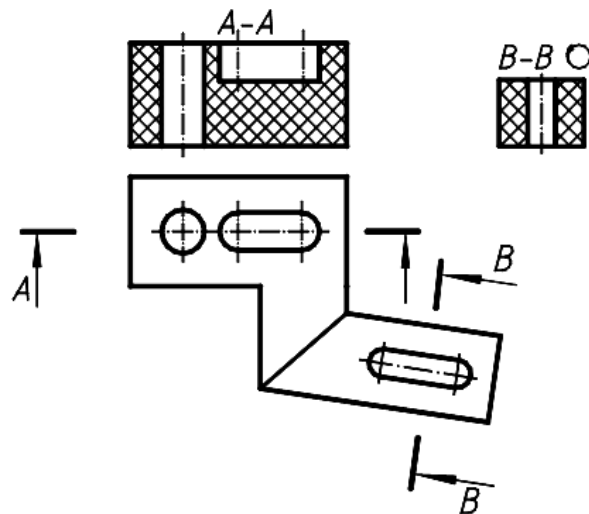

Fig 8.3.
- Secțiune verticală, când planul de secționare este perpendicular pe planul orizontal de proiecție (fig. 8.3, A-A, B-B);
- secțiune frontală, dacă planul de secționare este paralel cu planul frontal de proiecție (vezi fig. 8.3, A-A);
- secțiune verticală obișnuită, dacă planul vertical de secționare formează cu planul frontal de proiecție un unghi diferit de 90° (vezi fig. 8.3, B-B).
Nemetalele (masă plastică, cauciuc, piele etc.) se hașurează în ambele sensuri 45° și 135° (vezi fig. 8.3).